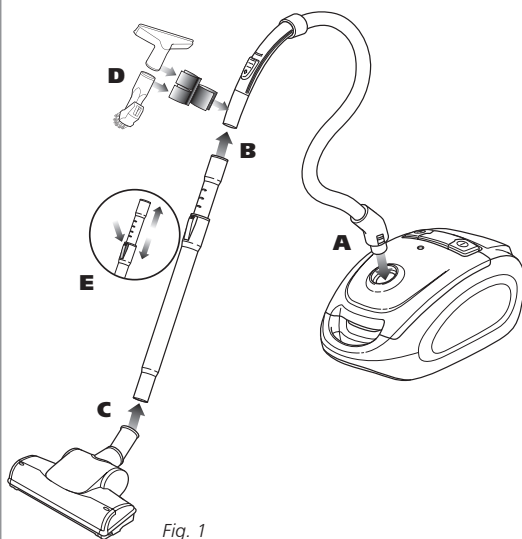

Fig. 1
- 2** Insérez le boyau flexible (A) dans la conduite d'entrée d'air. Poussez jusqu'à ce que vous entendiez un déclic indiquant qu'il est bien inséré. (**Fig. 1**)
- 3** Appuyez fermement sur le tube télescopique (B) dans l'extrémité de poignée du boyau flexible jusqu'à ce qu'il soit bien fixé et serré. (**Fig. 1**)
- 4** Poussez l'extrémité du tube télescopique dans la brosse pour planchers (C). (**Fig. 1**)
- 6** Enclenchez le porte-accessoire intégré sur la partie inférieure de poignée du boyau flexible. (D) Mettre l'outil combo à fentes/dépoussiérage et la brosse à capitonnage sur le porte-accessoire. (**Fig. 1**) Placez les accessoires sur le côté de sorte qu'ils ne bloquent pas le dégagement d'aspiration manuelle.
- 7** Appuyez sur le dégagement de tube télescopique (E) pour étendre ou rétracter le tube télescopique. (**Fig. 1**)